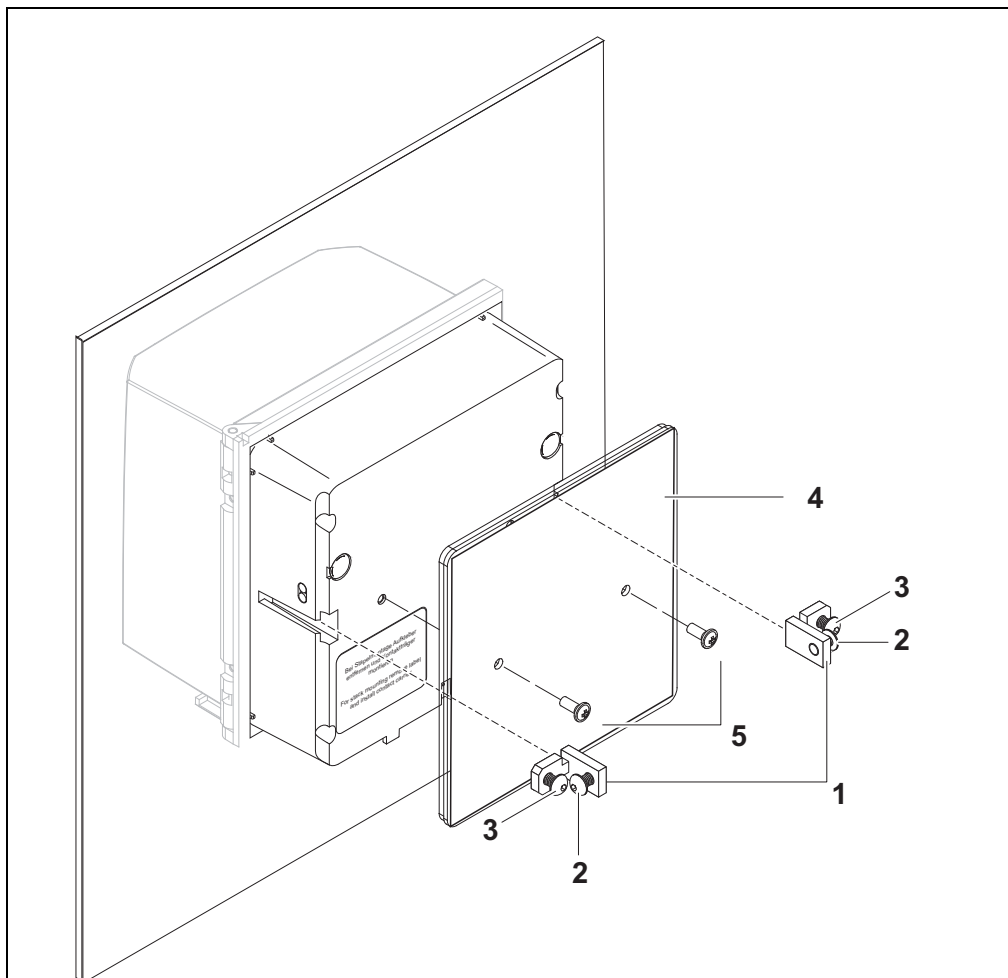

figure 3-24 Montage du DIQ/S 281 dans le tableau de commande
- 2 Sur les deux équerres (pos. 1 figure 3-24), dévisser un peu les vis (pos. 2 et 3) mais sans les déposer.
- 3 Insérer les deux équerres - comme indiqué sur la figure 3-24 - dans les guidages latéraux du transmetteur universel, jusqu'en butée.
- 4 Serrer les vis (pos. 2).
- 5 Visser les vis (pos. 3) jusqu'à ce que la vis repose fermement sur le tableau de commande.
- 6 Fixer la plaque de protection contre les chocs (pos. 4) au dos du DIQ/S 281 avec les vis (pos. 5).